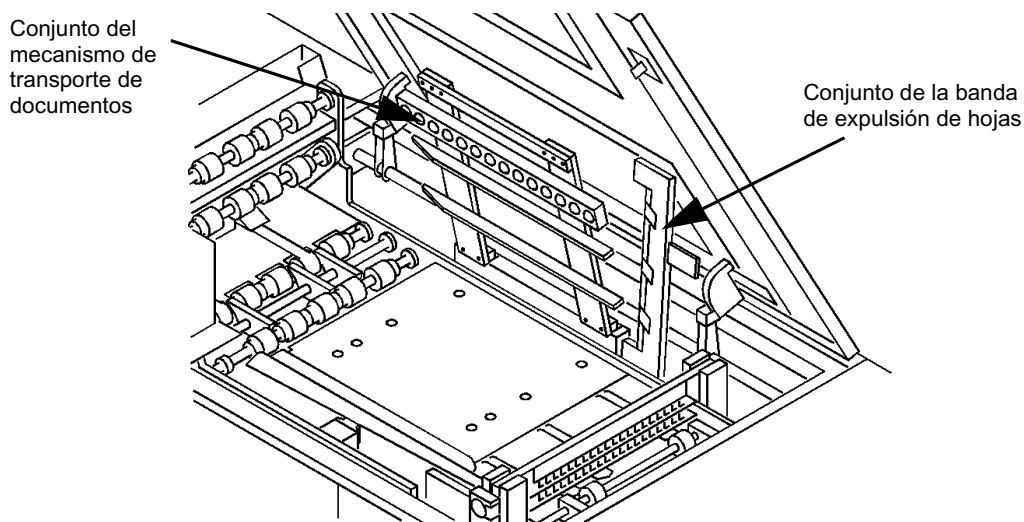

Figura 2-7: Preparación para el ajuste de las guías laterales
- 3 Abra el conjunto del mecanismo de transporte del documento tal como se muestra en la figura 2-7.
- 4 Abra el conjunto de expulsión de hojas como aparece en la figura 2-7.